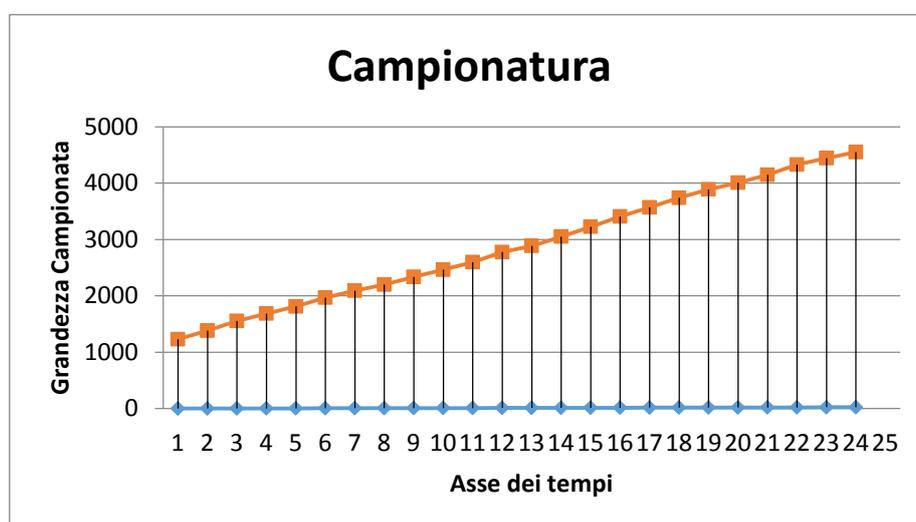

Figura 29 - Campionamento
In questa sezione verrà analizzato il campionamento delle grandezze da parte di RTU. In Figura 29 è riportata una curva campionata con  $F_c = 1/T_c$  pari ad un'ora nell'arco dell'intera giornata. L'RTU gestisce cinque periodi di campionamento che sono
- 1 ora → 24 campioni (Figura 29)
A seguire verrà riportata la definizione dei **Dati di Sintesi** generati dall'RTU in relazione alla Figura 29. **L'RTU gestisce quattro tipologie di dati di sintesi per un massimo di 10 anni per 250 dispositivi.** Indipendentemente dalla scelta del dato di sintesi in fase di configurazione l'RTU genera tutti e quattro i valori di sintesi (15.2) in modo tale che la variazione del dato in corso d'opera modifica tutto lo storico dei dati fin'ora generati. **La variazione del tipo di dato in corso d'opera implica la rigenerazione di tutti i dati dello storico già generati nell'RTU.** I dati di sintesi gestiti sono